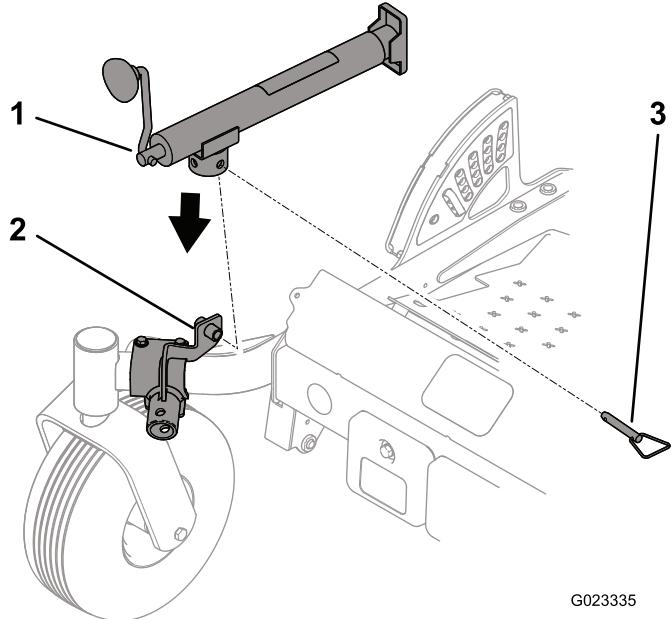

Figure 3
- Alignez les trous du tube du cric et le trou du tube de rangement au sommet du support du cric (Figure 3).
- Fixez le cric au tube de rangement au moyen de l'axe de positionnement (Figure 3).